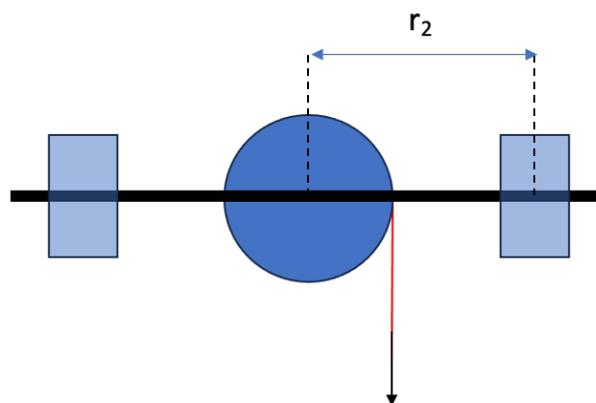

Figura 3. Colocación de los cilindros en posición intermedia
Varíe la posición de los cilindros a un punto intermedio, como indica la Figura 3. Es importante que ambos estén situados a la misma distancia del eje de giro, para que la expresión (3) siga siendo válida.